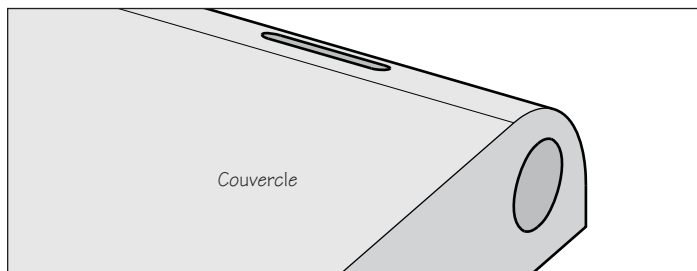

Figure 6 : Coin arrondi du couvercle
8. Arrondissez le coin rainuré du couvercle pour assurer le dégagement nécessaire à son ouverture. Voir la **figure 6**.